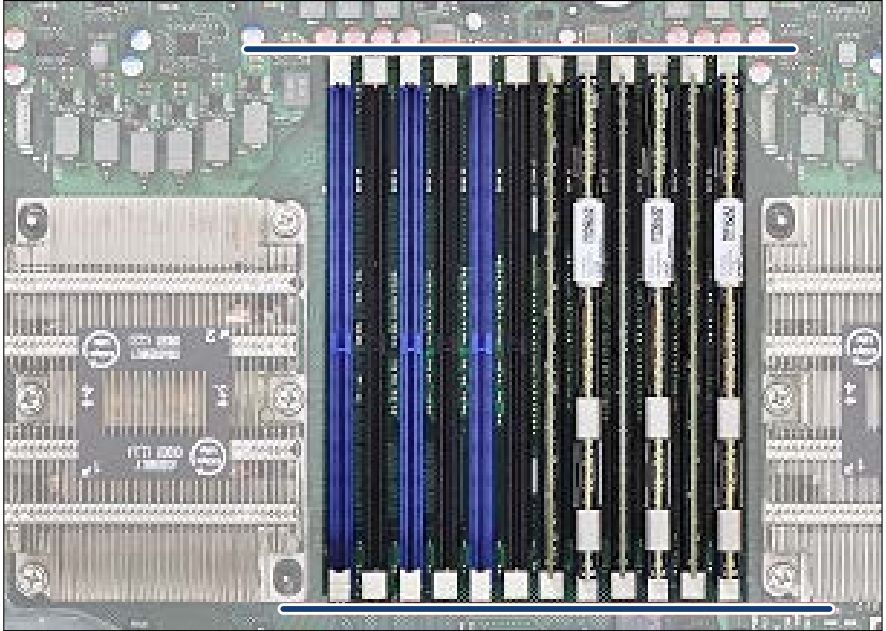

Bild 206: Richtige Position der Auswurfhebel
- ▶ Prüfen Sie, ob sich alle Auswurfhebel in der richtigen Position befinden, siehe Bild 206.